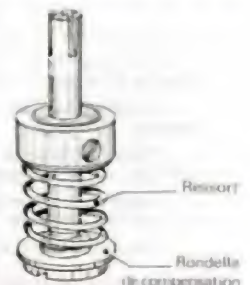

Fig. 33.
- Disposer un ressort de compression faible (1) sur la rondelle de compensation du pied de piston, puis placer le tiroir de débit sur le piston (le ressort maintiendra le tiroir en appui contre la tête hydraulique) (fig. 33).